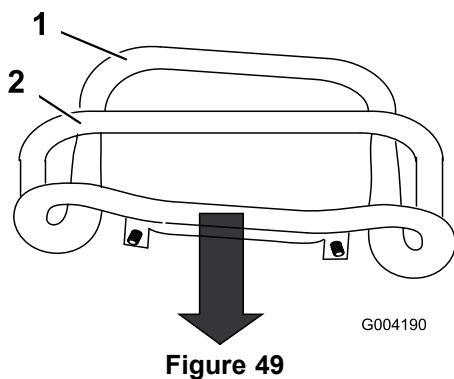

Figure 49
3. Tirez la commande de déplacement tout droit en arrière pour mettre l'avant en contact avec la barre de référence (Figure 49).